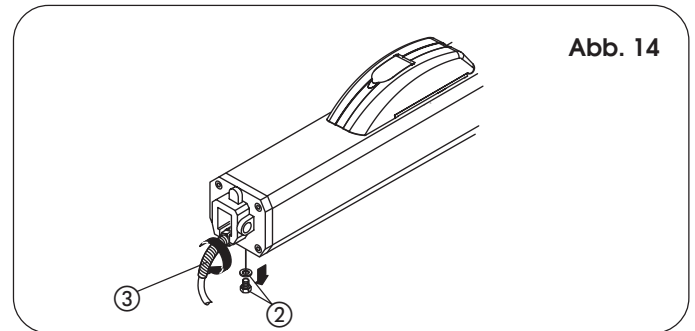

Abb. 14
- A) Die beiden schwingungsdämpfenden Distanzstücke ② auf den vorderen Flansch einsetzen.
- B) Das Schutzgehäuse einführen und hierzu kräftig in die hintere Abdeckung ① eindrücken.
- C) Das Schutzgehäuse mit der selbstschneidenden Schraube ③ befestigen.
- D) Die vordere Abdeckung ⑤ auf das Schutzgehäuse aufsetzen und es mit dem FIX Verschluss ④ befestigen.
13) Den Biegeschutz für Stromkabel montieren (Bez. ③, Abb. 14).
- Die Abdeckung anheben (Abb. 14).
- Die Schraube abschrauben (Abb. 14, Bez. ③), mit der der Griff befestigt ist, und den Griff herausziehen (Abb. 14, Bez. ④).
- Die Schubkraft mit Hilfe der entsprechenden Schrauben am Antrieb einstellen (Bypass) (Abb. 14, Bez. ⑤ und ⑥).
- Nach der Einstellung den Griff wieder positionieren (Abb. 14, Bez. ④) und dafür die Schraube wieder anschrauben (Abb. 14, Bez. ③).
- Die Entlüftungsschraube entfernen (Abb. 14, Bez. ②).